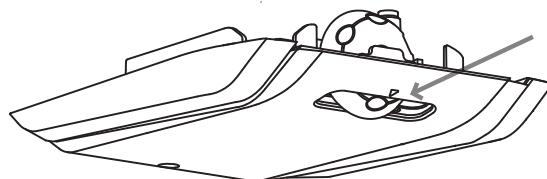

Fig. 1
- A unidade do termostato para controlo do aparelho está localizada no interior do compartimento do frigorífico (Fig. 1).